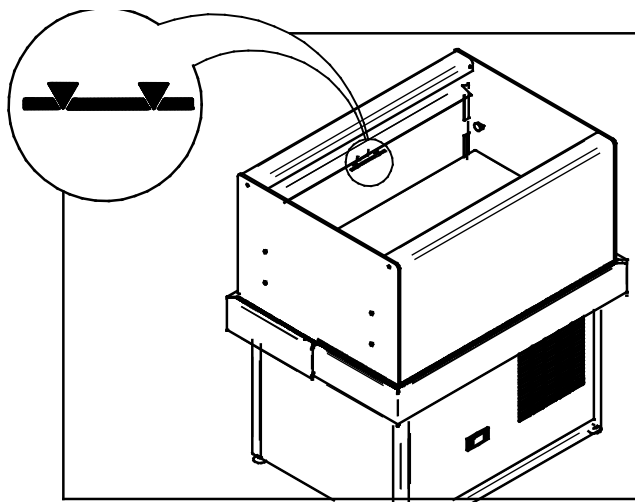

Fig. 12
- Non superare mai la linea di carico massimo riportata all'interno del banco (Fig.12).